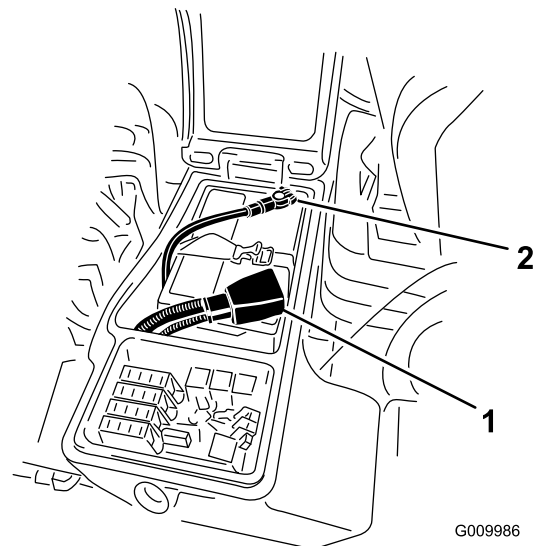

図 37
4. 赤い (+) ケーブルをバッテリーの (+) 端子に、黒いケーブル (-) はバッテリーの (-) 端子に固定する（図 37）ケーブルはキャップスクリューとナットで各電極に確実に固定すること。プラス端子が電極に十分にはまり込んでいること、ケーブルの配線に無理がないことを確認する。ケーブルとバッテリー・カバーを接触させないこと。ショート防止のために (+) 端子にゴムキャップをかぶせる。